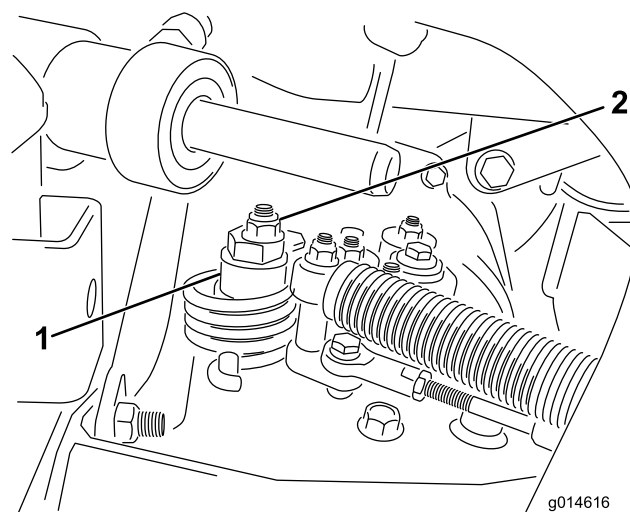

Figura 3
A. Liberte a porca que fixa o disco excêntrico ao cima do hidróstato (Figura 3).
- D. Rode o disco excêntrico até eliminar a deslocação em qualquer um dos sentidos. Quando a roda deixar de rodar, aperte a porca, bloqueando deste modo o disco excêntrico e fixando a posição de ajuste (Figura 3).